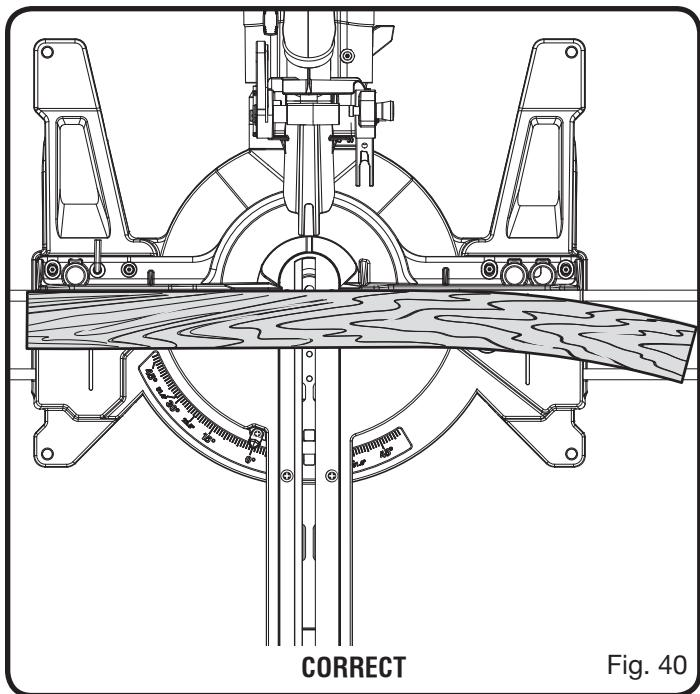

Fig. 40
- Placer la pièce à couper à plat sur la table à onglet, l'un de ses bords solidement appuyé contre le guide. Si la planche est voilée, placer le côté convexe contre le guide. Si le bord concave d'une pièce est placé contre le guide, la pièce peut se refermer sur la lame en fin de coupe et la bloquer. Voir les figures 40 et 41.
Voir les figures 40 et 41.
Lors de la coupe d'une pièce voilée, toujours s'assurer que son bord convexe est placé contre le guide, comme le montre la figure 40.
Les pièces larges, de dimensions telles que 51 x 152 mm (2 x 6 po) doivent être assujetties avec baride de serrage de pièce comme illustré à la figure 40.